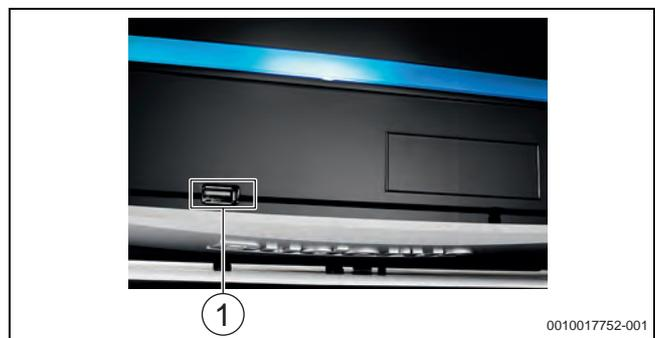

Bild 50 USB-Schnittstelle: Logamatic 5000
- Mit einem handelsüblichen USB-Stick, der direkt am Regelgerät in die USB-Schnittstelle eingesteckt wird, (→ Bild 50), lassen sich folgende wichtigen Servicefunktionen realisieren: